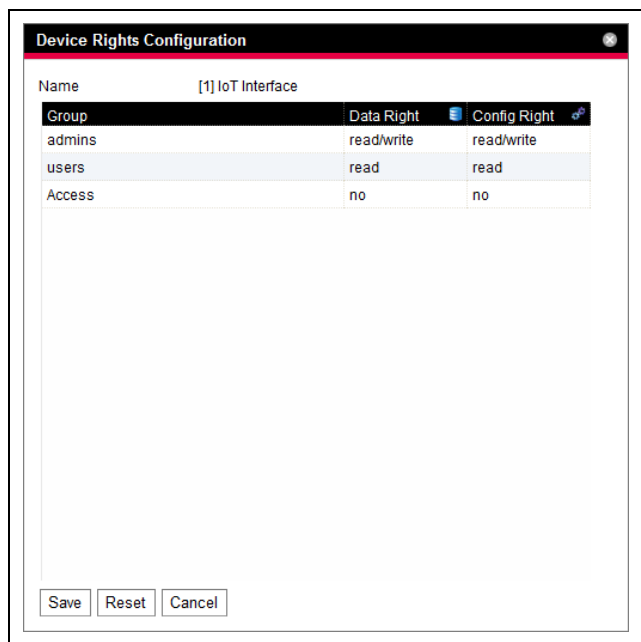

Fig. 33 : dialogue « Device Rights Configuration »
- Le dialogue « Device Rights Configuration » est affiché (fig. 33).
Les différents symboles sont affichés aussi bien lorsque l'on sélectionne un capteur dans le domaine de navigation de l'onglet **Configuration** et que l'on ouvre celui-ci jusqu'au dernier niveau que dans le dialogue « Device Rights Configuration » (fig. 33, pos. 1). Les symboles précisent l'attribution aux deux types de données « Data » et « Config ».